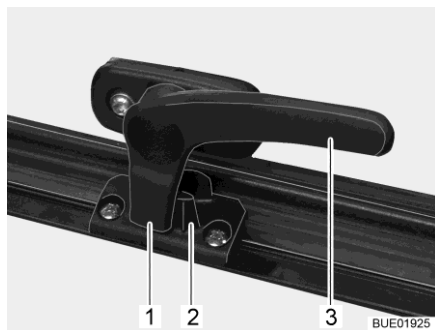

Fig. 21 Levier de verrouillage en position "Fermé"
- Tourner le levier de verrouillage (Fig. 21,3) d'un quart de tour vers le centre de la fenêtre.
- Tourner le levier de verrouillage (Fig. 21,3) d'un quart de tour vers le cadre de la fenêtre. Le tenon de verrouillage (Fig. 21,1) se trouve sur le côté intérieur du verrouillage de fenêtre (Fig. 21,2).
- En position "Fermé" (Fig. 21).